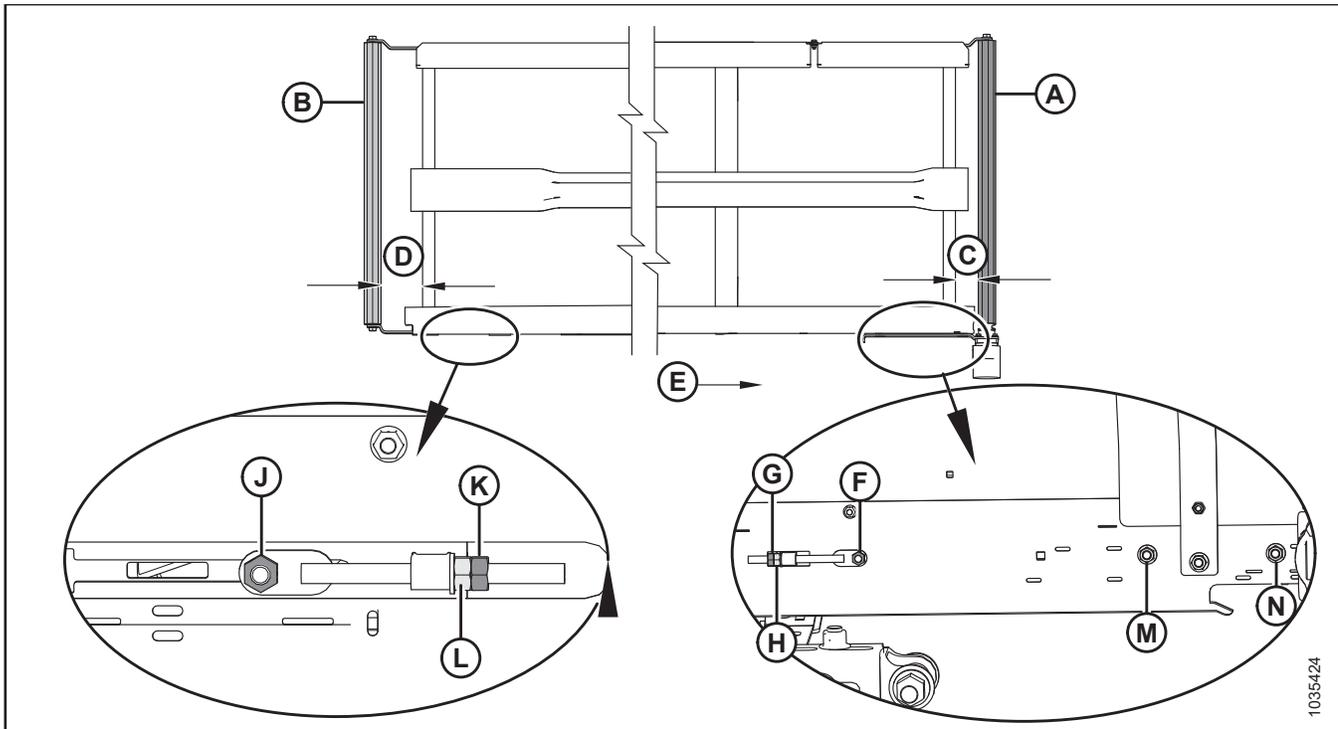

Abbildung 4.233: Einstellung der Seitenband-Spurführung – linkes Seitenband
2. Gehen Sie wie folgt vor, um mit der Antriebsrolle (A) die Einstellung **C** (siehe Tabelle 4.2, Seite 428 und Abbildung 4.233, Seite 428) nachzustellen:
- a. Die Muttern (F), (M) und (N) und Kontermutter (G) lösen.
- b. Stellmutter (H) drehen.
- c. Die Muttern (F), (M) und (N) und Kontermutter (G) anziehen.
3. Gehen Sie wie folgt vor, um mit der Spannrolle (B) die Einstellung **D** (siehe Tabelle 4.2, Seite 428 und Abbildung 4.233, Seite 428) nachzustellen:
- a. Schraubenmutter (J) und Kontermutter (K) lockern.
- b. Stellmutter (L) drehen.